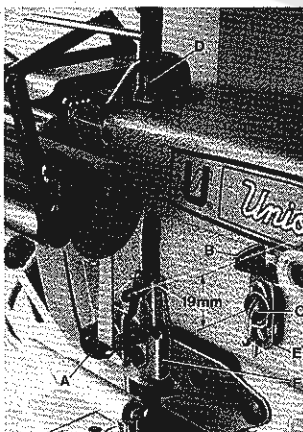

Fig.49
Thread the machine (see Fig.6). Set the tension for the needle threads to produce uniform stitches on the undersurface of the fabric. The tension applied to the looper thread should be very slight and just sufficient to steady the thread. The tension applied to the spreader thread on pre-tension (A, Fig.49) on bed above the needle holder should be half as strong as the tension applied right on the thread tension assembly.
Set the needle thread frame eyelet (B, Fig.49) 19 mm (3/4 in.) above the center of mounting screw (C). Lower it for more needle thread, raise it for less needle thread in the stitch. Set the take-up wire (D) for the right needle thread as low as possible. Raising the take-up wire increases the right needle thread loop.
Stellen Sie die Greiferfadenspannung gerade so stark ein, daß der Faden ganz leicht gespannt ist und gleichmäßig abläuft. Die Spannung für den Legfaden soll an der Vorspannung (A, Fig.49) am Gehäuse oberhalb des Nadelhalters etwa halb so groß sein wie die Spannung rechts an der Fadenspannung.
Stellen Sie die Nadelführung am Gehäuse (B, Fig.49) 19 mm hoch zur Mitte der Befestigungsschraube (C) ein. Tieferstellen ergibt mehr, höherstellen weniger Nadelfaden in der Naht. Stellen Sie den Nadelfadenabzugsbügel (D) für den rechten Nadelfaden so tief wie möglich. Höherstellen des Bügels vergrößert die rechte Nadelfadenschlinge.
Set the height of spreader thread pull-off eyelet (F, Fig. 49) to have pulled-off just sufficient thread for an exact stitch formation. Raise the pull-off eyelet for a looser spreader thread and lower it for a tighter spreader thread. Set spreader thread frame eyelet (F, Fig. 49) so that the spreader thread forms a horizontal straight line between eyelet (E) and pull-off eyelet (F).
Stellen Sie die Legfaden-Abzugsführung (F, Fig. 49) in der Höhe so ein, daß gerade soviel Faden abgezogen wird, wie zur Bildung einer exakten Naht benötigt wird. Höherstellen der Abzugsführung ergibt einen loseren und tieferstellen einen straffer angezogenen Legfaden.
Montieren Sie die Legfadenführung (E, Fig. 49) am Gehäuse so, daß der Legfaden zwischen Führung (E) und Legfaden-Abzugsführung (F) eine waagerechte, gerade Linie bildet.